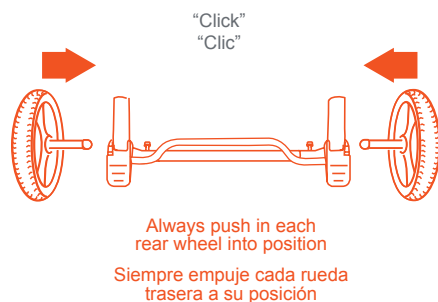

Fig. 3
- Place the rear wheel over hole on the side of the rear axle. Push the wheel into the rear axle until there is a click. Ensure both sides lock into place (Fig. 3).
- Coloque la rueda trasera sobre el orificio ubicado en el costado del eje trasero. Empuje la rueda hacia el eje trasero hasta que escuche un clic. Asegúrese de que ambos lados encajen en su lugar (Fig. 3).